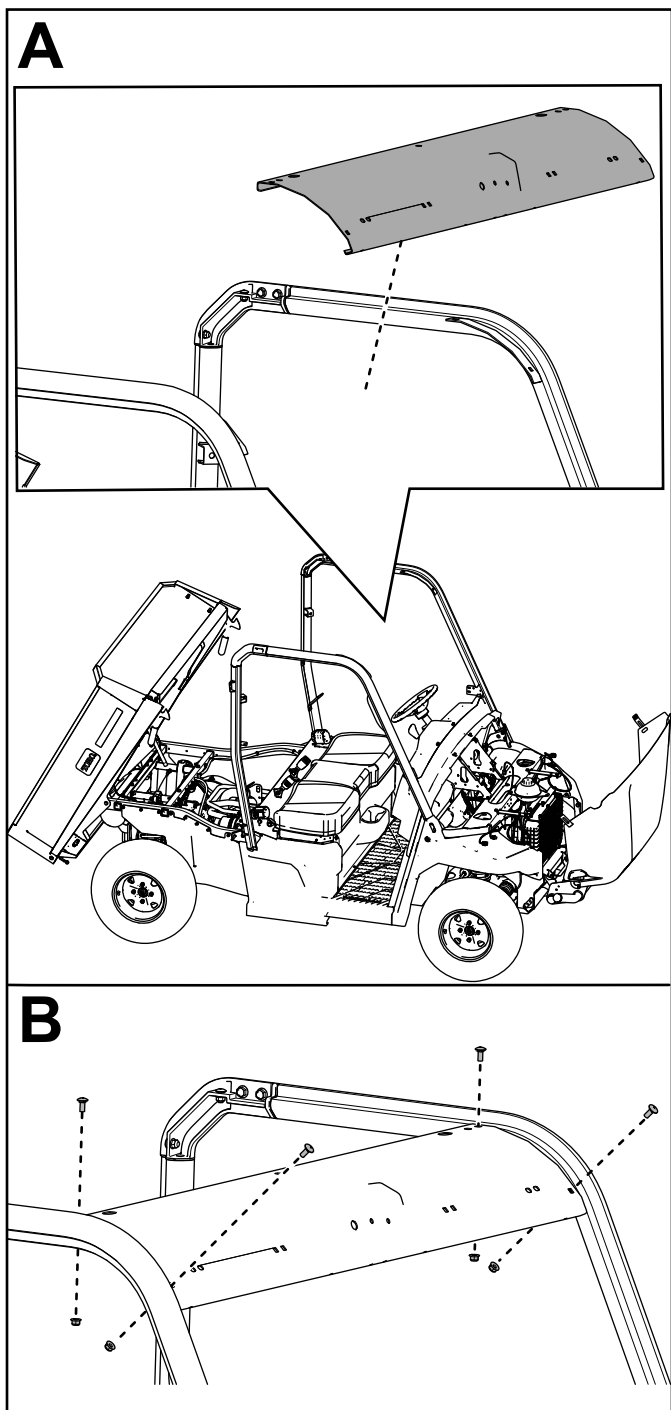

Figura 16
11. Sujete el travesaño delantero a los conjuntos delanteros de la barra antivuelco con 4 pernos de cuello cuadrado ($\frac{5}{16}$ " x $\frac{3}{4}$ ") y 4 contratuercas ($\frac{5}{16}$ "), como se muestra en la Figura 16.